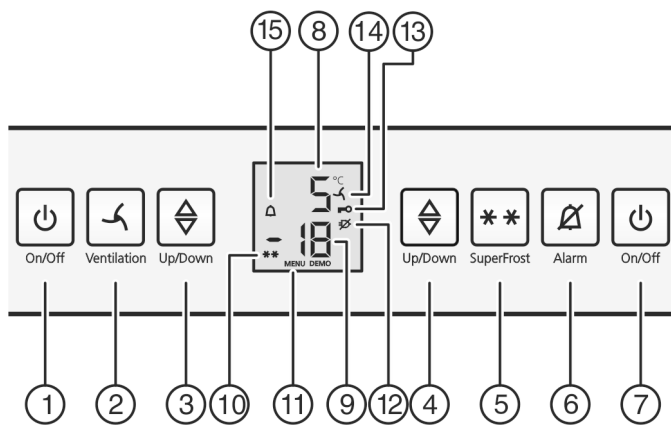

Fig. 2
- Appuyer sur la touche On/Off Fig. 2 (7) du congélateur.